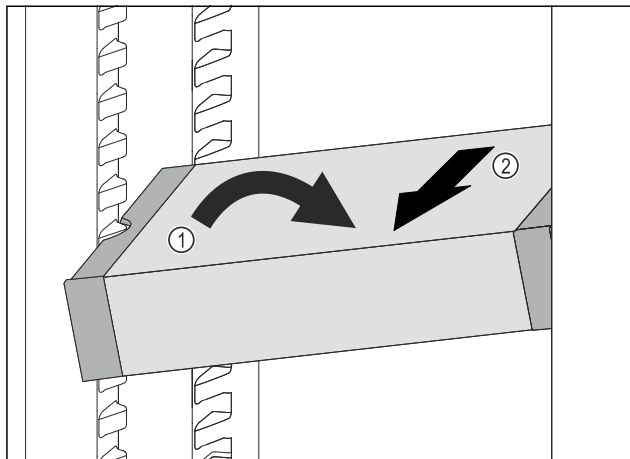

Fig. 85
- Ukosite ladicu VarioSafe u hladnjaku. Fig. 85 (1)
- Izvadite ladicu VarioSafe prema naprijed. Fig. 85 (2)